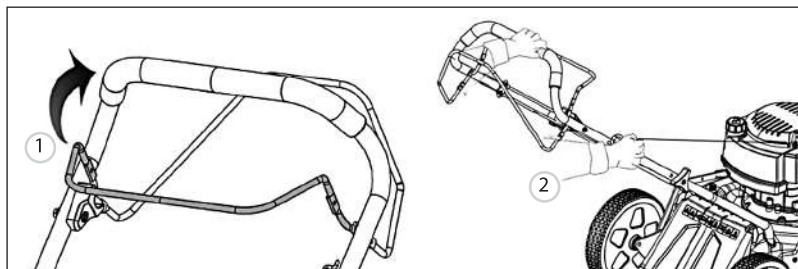

Рис. 11
- Для ручного запуска нажмите ручку управления тормозом 1 (рис. 11), медленно вытащите шнур ручного стартера, пока не почувствуете сопротивление, а затем быстро потяните его 2 (рис. 11). Повторите данный процесс несколько раз до запуска двигателя. После запуска двигателя медленно верните его на направляющий болт троса.